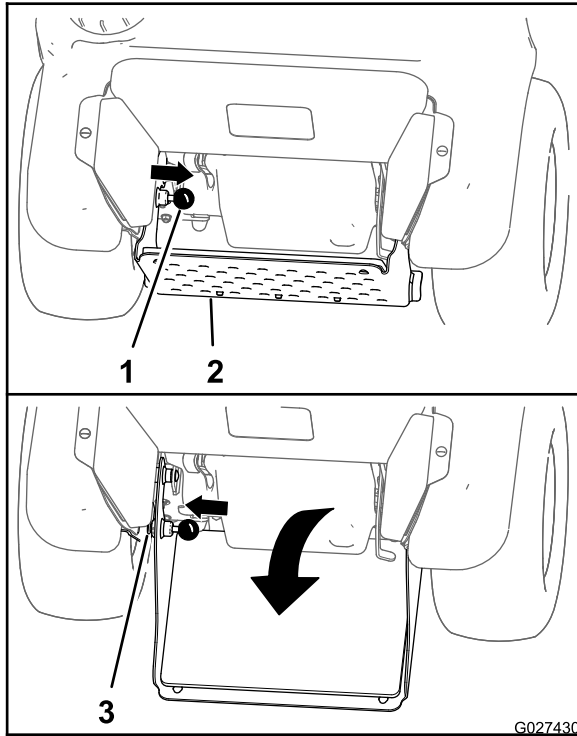

Figure 19
1. Tirez le bouton de verrouillage de la plate-forme vers l'intérieur jusqu'à ce que la goupille passe le trou supérieur dans le châssis (Figure 19).
2. Faites pivoter la plate-forme vers le bas jusqu'à ce que la goupille du verrou soit en face du trou inférieur du châssis (Figure 19).
3. Tirez le bouton du verrou de la plate-forme vers l'extérieur jusqu'à ce que la goupille dépasse du trou inférieur (Figure 19).
2. Faites pivoter la plate-forme vers le haut jusqu'à ce que la goupille du verrou soit en face du trou supérieur du châssis (Figure 19).
3. Tirez le bouton du verrou de la plate-forme vers l'extérieur jusqu'à ce que la goupille dépasse du trou supérieur (Figure 19).